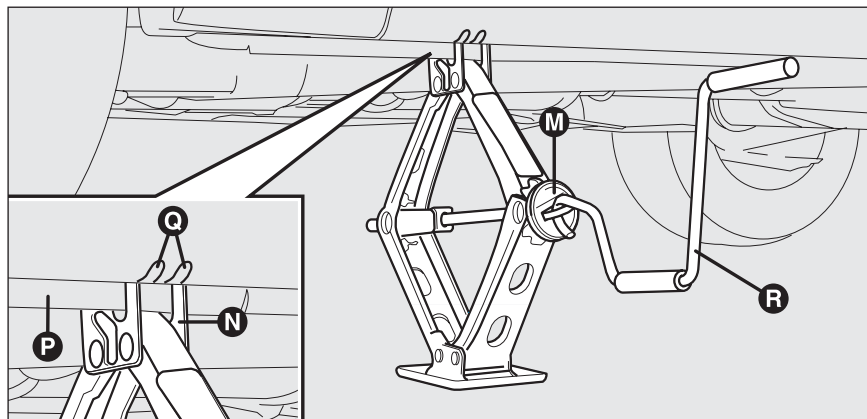

fig. 6
- actionner le dispositif **M**-fig. 6 de manière à détendre le cric jusqu'à ce que la rainure **N** sur la partie supérieure du cric s'engage correctement sur le profil inférieur **P** prévu sur la carrosserie près de l'indication **Q** (à 72 cm environ du centre de la roue avant ou bien 75 cm du centre de la roue arrière);
- introduire la manivelle **R**-fig. 6 pour permettre l'actionnement du cric et soulever la voiture jusqu'à ce que la roue se lève du sol de quelques centimètres;
- actionner la manivelle **R-fig.6** du cric de façon à baisser la voiture et enlever le cric;